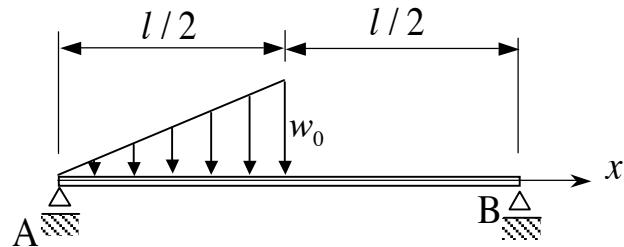

図13 部分的に線形分布荷重を受ける単純はり
30. 図13に示すように、支点Aにおいて値が零、支間中央において値が $w_0$ である線形分布荷重を受ける長さ $l$ の単純はりがある。図中に示すように、断面の位置を表すための座標 $x$ は、点Aを原点として右向きに設定するものとする。以下の問い合わせに答えよ。